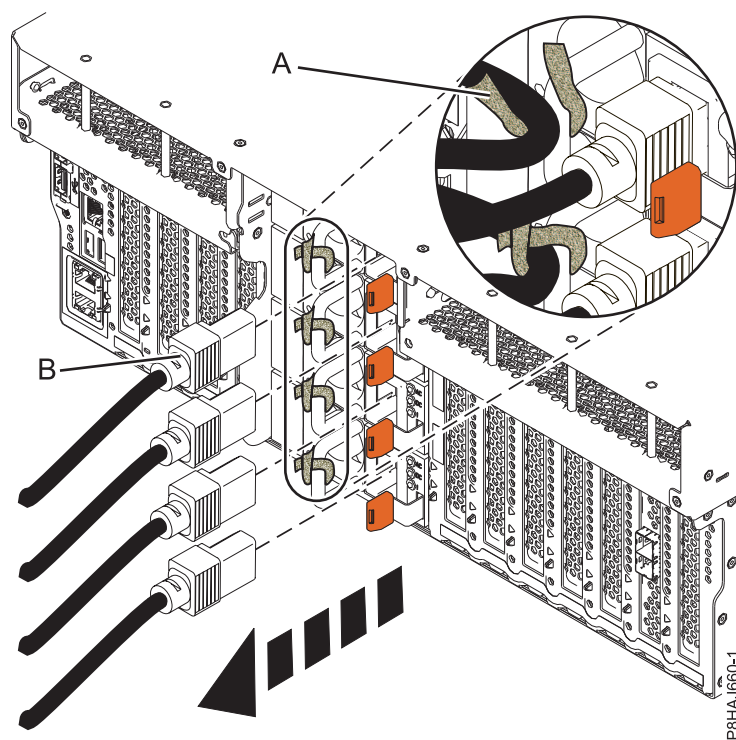
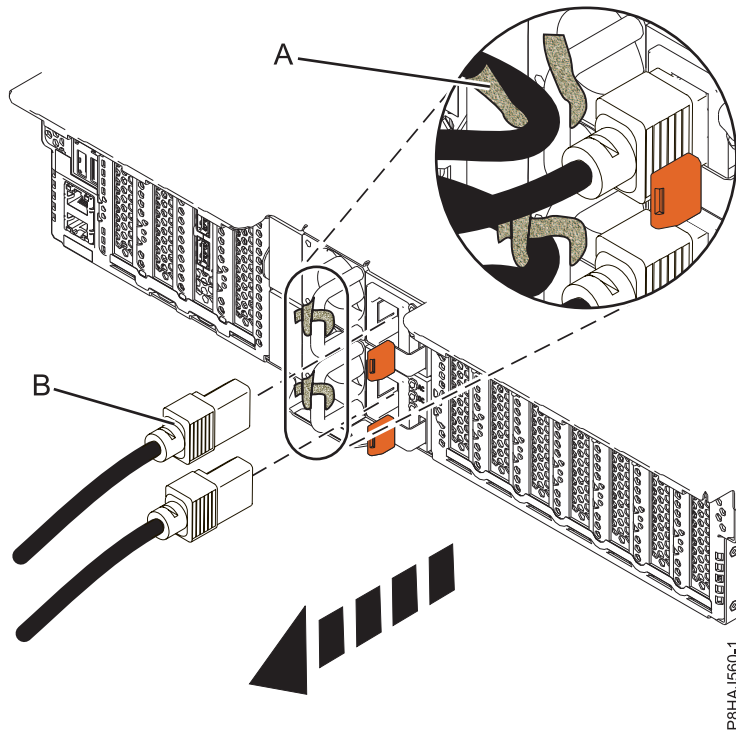
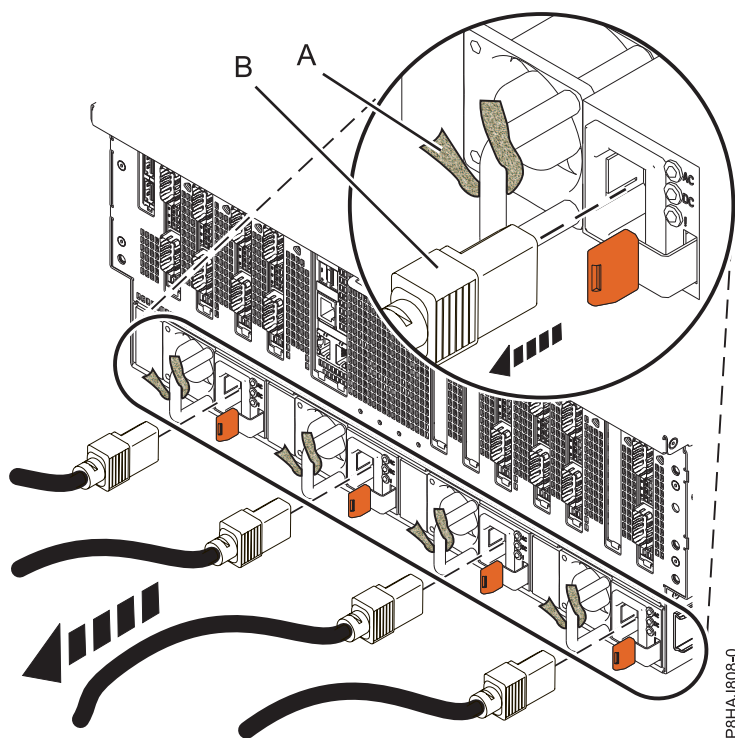

Figura 120. Extracció dels cables d'alimentació d'un sistema 8247-42L, 8286-41A o 8286-42A
Figura 121. Extracció dels cables d'alimentació d'un sistema 5148-21L, 5148-22L, 8247-21L, 8247-22L, 8284-21A, o 8284-22A
Figura 122. Extracció dels cables d'alimentació d'un sistema 8408-44E o 8408-E8E
3. Desconnecteu els cables d'alimentació (**B**) de la unitat del sistema. Consulteu Figura 120 a la pàgina 149, Figura 121 a la pàgina 149 o Figura 122 a la pàgina 150 depenent del tipus de sistema que tingueu.